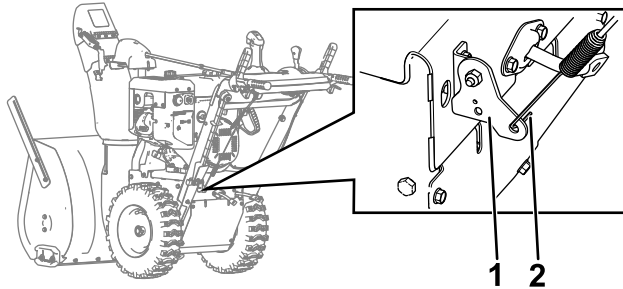

Bild 7
- Hängen Sie den Bowdenzug an der neuen Bowdenzughalterung des Fahrtriebs ein, wie in Bild 7 dargestellt.
Hinweis: Stellen Sie sicher, dass der Bowdenzug wie in Bild 7 dargestellt ausgerichtet ist.